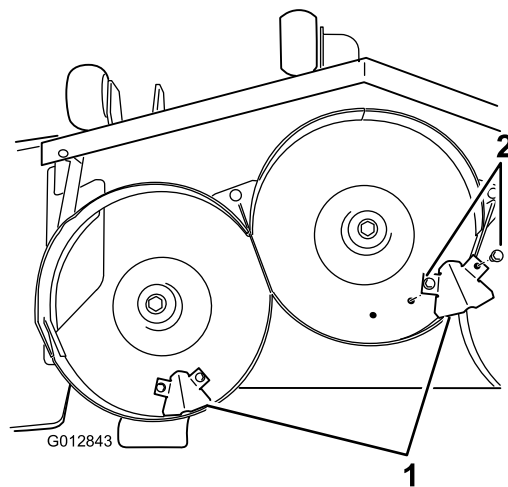

Figura 5
15. Localice las placas deflectoras y cuatro tornillos con arandela prensada (5/16 x 3/4 pulgada) entre las piezas sueltas. Instale los deflectores debajo de la plataforma en las posiciones indicadas en Figura 5. Sujete los deflectores a la plataforma usando cuatro tornillos con arandela prensada (5/16 x 3/4 pulgada).